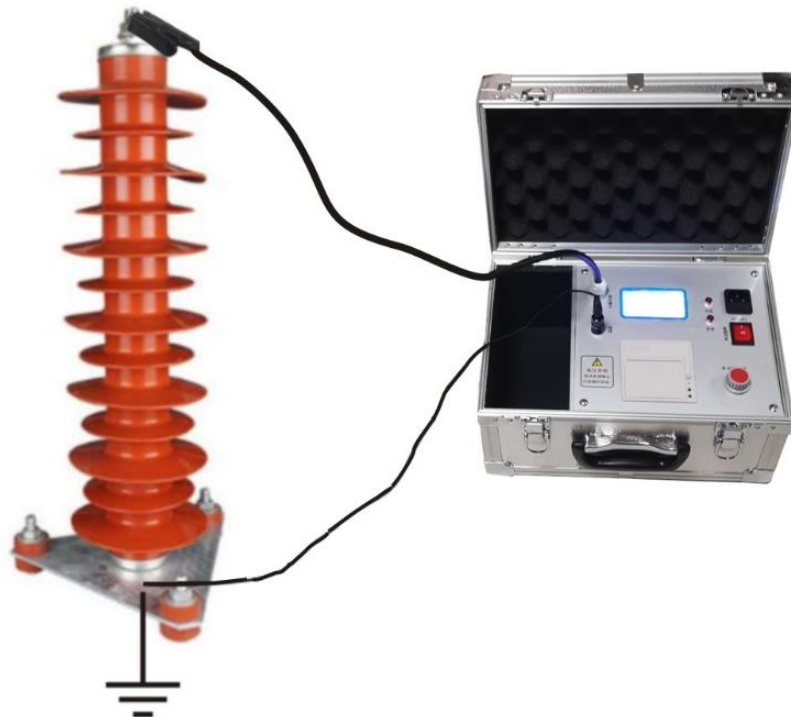
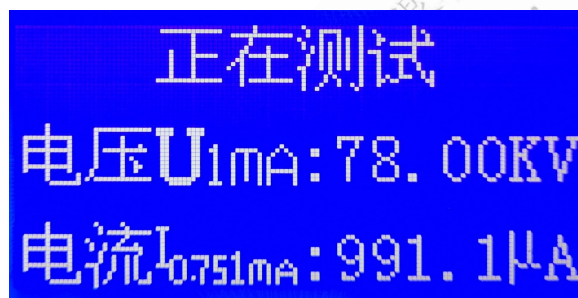

图 1
图 3
1、接线：将避雷器放在绝缘性能良好的支架上，或直立。然后将测试仪的高压输出端接到避雷器的一端，接地端接到避雷器的另一端。（如图 1）
参照图 1 接好避雷器，然后按下多功能旋钮开始自动测试避雷器，仪器根据避雷器的大小自动升压电压电流随之升高。如图 3